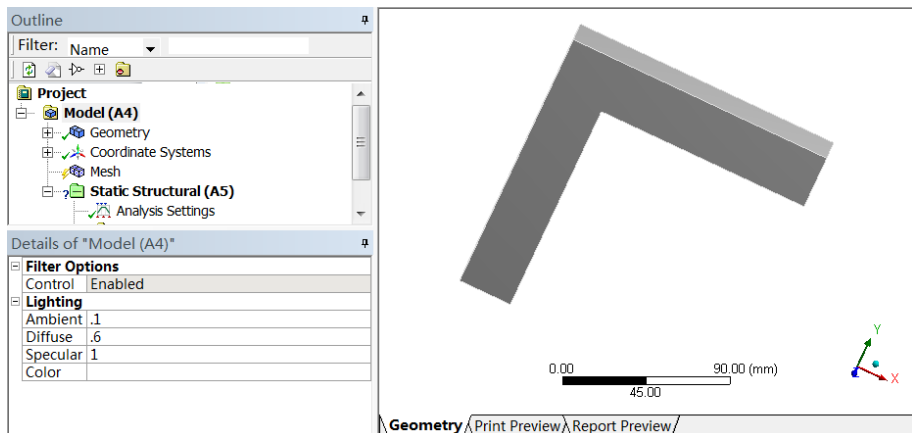

图 21-4 分析项目树结构图
1) 双击主界面项目管理区项目 A 中的 A3 栏“Model”项, 进入 Mechanical 界面, 得到分析项目树结构图如图 21-4 所示, 在该界面下即可进行网格的划分、分析设置、结果查看等操作。